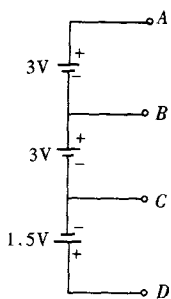

图 1-2 电位与电位差
1) 电位：对于选定的电路，我们认为电路中某一点的电位是指电场力将单位正电荷从该点移到参考点 (零电位) 所做的功。在图 1-2 中，若取  $B$  点作为参考点，那么  $A$  点电位就是电场力将单位正电荷从  $A$  点经过